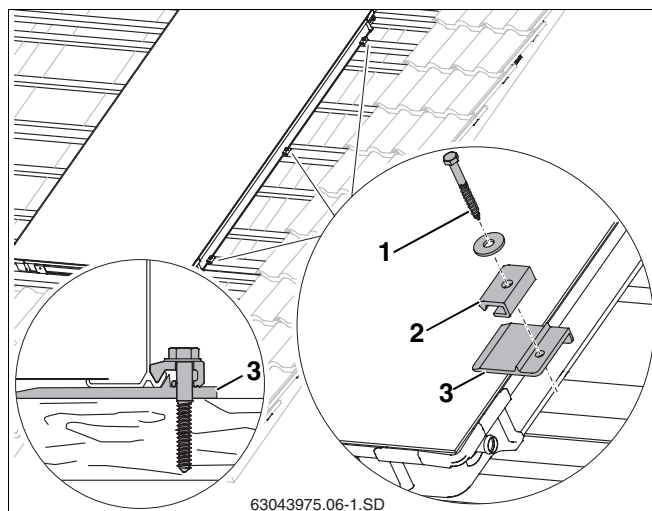

Fig. 23 Poser et visser le premier capteur
- Soulever le capteur légèrement et glisser les supports droits (fig. 23, **pos. 3**) sur les 2ème et 3ème lattes supplémentaires ainsi qu'au milieu du capteur sur une latte existante sous le capteur de manière à ce que le rehaussement pousse contre le bord du capteur.
- Pour la vis (fig. 23, **pos. 1**) il faut prépercer avec une mèche de 4 mm.
- Fixer les serre-flancs unilatéraux (fig. 23, **pos. 2**) avec une vis 6 × 40 (fig. 23, **pos. 1**) et une rondelle plate (utiliser une clé SW 10).